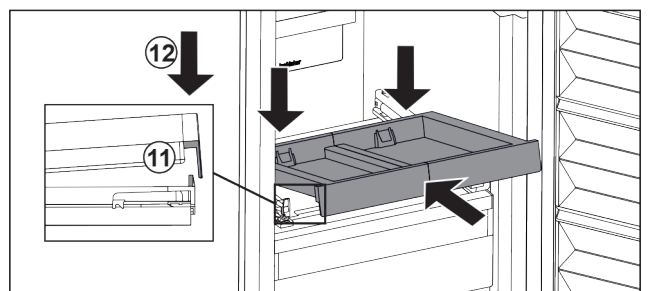

Fig. 104
- ▶ Вставити навкоси. Звертайте увагу, щоб з обох боків упор був за накладкою. Fig. 104 (11)
- ▶ Витяжну панель опустити спереду. Fig. 104 (12)